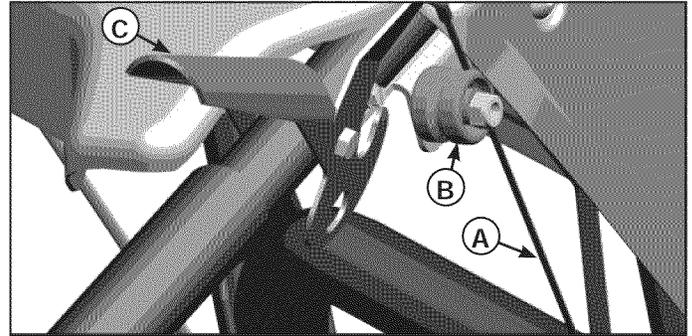

Figura 34. Botón del cable del tornillo sinfín
1. Compruebe que el cable de transmisión del tornillo sinfín (A, Figura 34) está en la cima del botón del cable (B) como se muestra en la Figura 34.